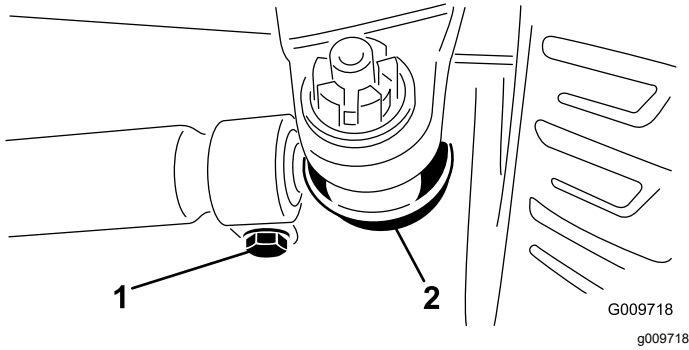

Figura 96
- Para ajustar la convergencia, retire la chaveta y la tuerca de cualquiera de las rótulas de la biela (Figura 96).
- Afloje las abrazaderas en ambos extremos de las bielas (Figura 96).
- Gire la rótula retirada una (1) vuelta completa hacia dentro o hacia fuera.